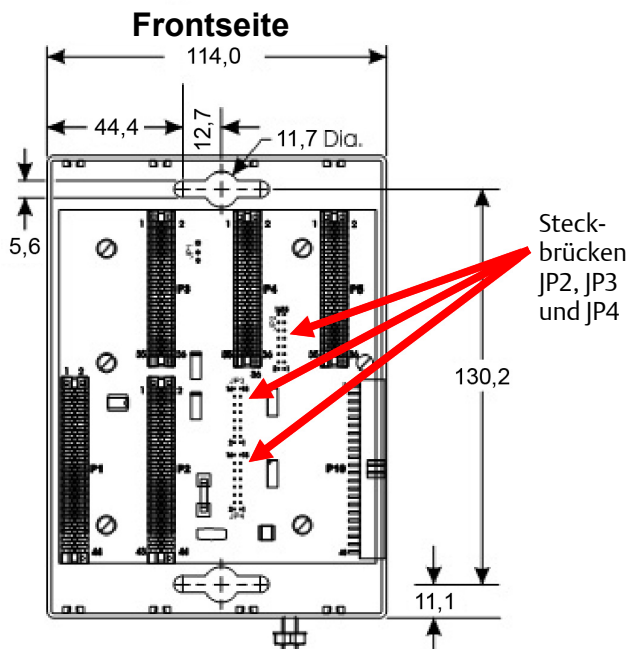

Abbildung 2. Abmessungen des ControlWave Micro-Basisgehäuses mit 4 Steckplätzen (in Millimetern)
- **Basisgehäuse.** Das Basisgehäuse wie gewünscht auf der Gehäusemontageplatte positionieren und unter Verwendung des ControlWave Micro als Schablone die Montagebohrungen auf der Platte ermitteln. Abmessungen siehe *Abbildung 2*. Montagebohrungen mit einem Gewindebohrer in der Platte anbringen. Den ControlWave Micro auf die Gewindebohrungen setzen und mit vier Schrauben (nicht im Lieferumfang enthalten) befestigen. Die Schrauben mit einem Drehmoment von etwa 1,1 bis 1,4 Nm anziehen.
Hinweis: Wenn ein Erweiterungsgehäuse an einem Basisgehäuse mit 4 oder 8 Steckplätzen angebracht wird, die drei Busabschlüsse (JP2, JP3 und JP4, siehe *Abbildung 2*) an der Rückseite des Basisgehäuses mit 4 oder 8 Steckplätzen entfernen.
Basisgehäuse verfügen über eine Erdungsklemme (siehe *Abbildung 2*), die Kabel mit einem Durchmesser bis zu 5,19 mm (4 AWG) aufnehmen kann. Nach Installation des Basisgehäuses und allen Erweiterungsgehäusen und vor der Installation von Modulen im Basis- oder Erweiterungsgehäuse muss ein Erdungskabel zwischen der Erdungsklemme des Basisgehäuses und einer zuverlässigen Erdung verlegt werden. Bei allen Erdungen darf die Impedanz des Stabs bzw. des Netzes zwischen Erdung und Masse maximal 2,0 Ohm betragen, gemessen mit einem Erdungsprüfgerät. Der Erdleiter sollte einen Widerstand von maximal 1,0 Ohm zwischen der Gehäusemasse des ControlWave Micro und dem Erdungsstab oder Erdungsnetz aufweisen.